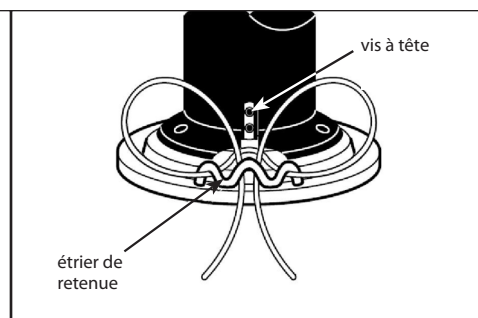

FIGURE 11 : Tirer le fil de coupe à travers le passage du milieu.
4. Ensuite, prendre les extrémités du fil, les repasser au-dessus de l'étrier de retenue puis les tirer à travers le passage du milieu. **VOIR FIGURE 11.**